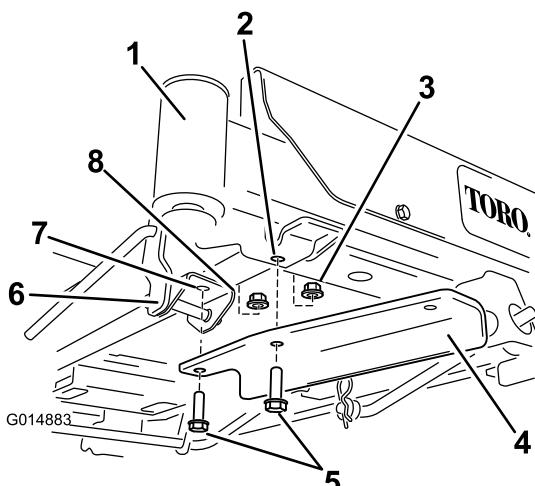

Figure 7
- Les machines avec pédale d'aide au relevage n'utilisent pas les rondelles. À la place, retirez les fixations avant sur le support de la pédale d'aide au relevage. Fixez le support à l'aide de deux boulons et deux contre-écrous (Figure 7). L'un des contre-écrous provient des pièces détachées et l'autre fait partie de ceux déposés précédemment.